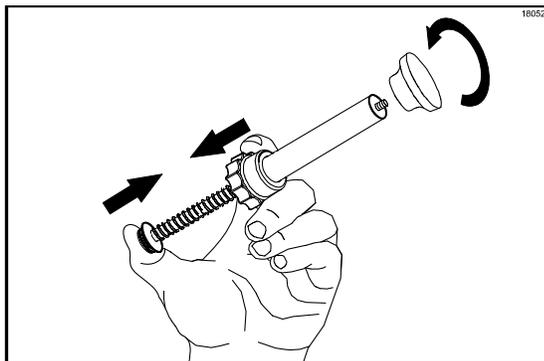

Figura 73
4. Para quitar la perilla, comprima el resorte sosteniendo la tuerca y presionando el extremo del émbolo. Gire la perilla en sentido contrario al de las manecillas. (Vea la figura 73).